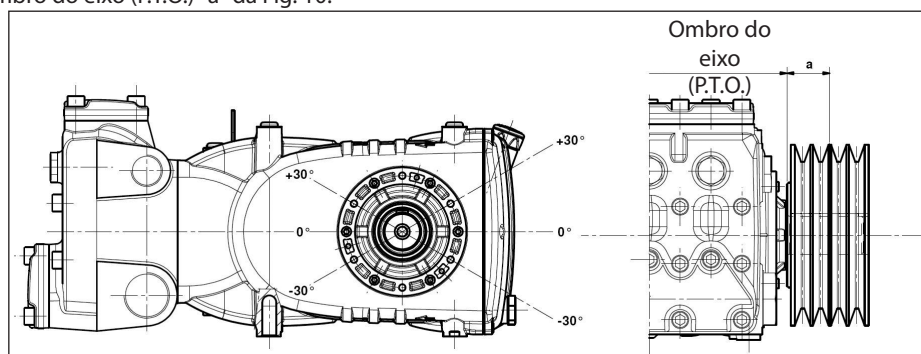

Fig. 10
A carga radial sobre o eixo não deve ser superior a 7500 N (valor necessário para a definição do layout). A transmissão é considerada adequada, se tal carga é aplicada a uma distância máxima de $a=40$ mm do ombro do eixo (P.T.O) conforme indicado na Fig. 10.
- b) Use correias de alto rendimento - por exemplo **XPB** ao invés de **SPB** - pois resultará necessário uma quantidade inferior de correias com a mesma potência transmitida e uma consequente distância inferior do resultante em relação ao ombro do eixo (P.T.O.) "a" da Fig. 10.